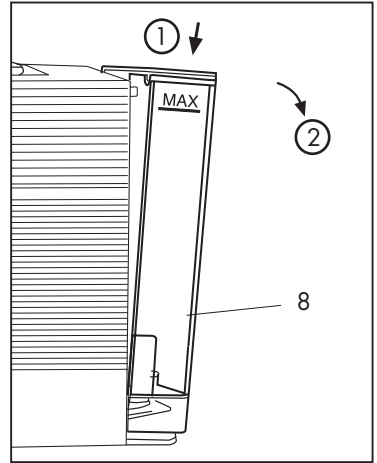

Abb. 1
- Um den Behälter (8) heraus zu nehmen, diesen nach unten drücken und gleichzeitig nach außen drehen. **(Abb. 1)**